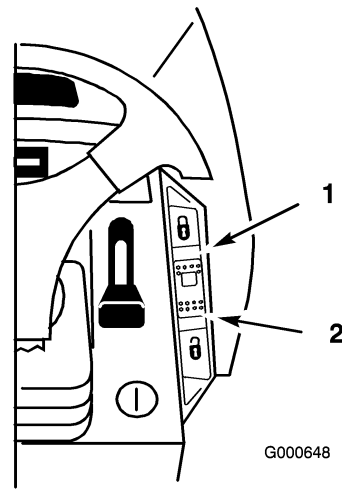

Bild 28
Ein Schalter mit 3 Stellungen am Armaturenbrett (Bild 28), der die folgenden Funktionen hat: Arretieren – Einstellen (gefedert), Ein und Entriegeln – steuern die Aktivierung. Der Tempomat regelt die Fahrpedalstellung ohne Fußdruck. Die Geschwindigkeitsregelung dient nur dem Einsatz bei der Vorwärtsfahrt. Benutzen Sie den Tempomat nie im Rückwärtsgang.
1. Beginn der Traktorfahrt: Siehe „Vorwärts- und Rückwärtsfahren“ unter Betrieb, Seite 23. Treten Sie mit gleichbleibendem Druck auf das Fahrpedal und drücken Sie den Tempomatschalter (Bild 28) auf die Stellung „Arretieren-Einstellen“.
1. Treten Sie mit gleichbleibendem Druck auf das Fahrpedal und schieben Sie den Tempomatschalter (Bild 28) auf die Stellung „Lösen - Aus“.